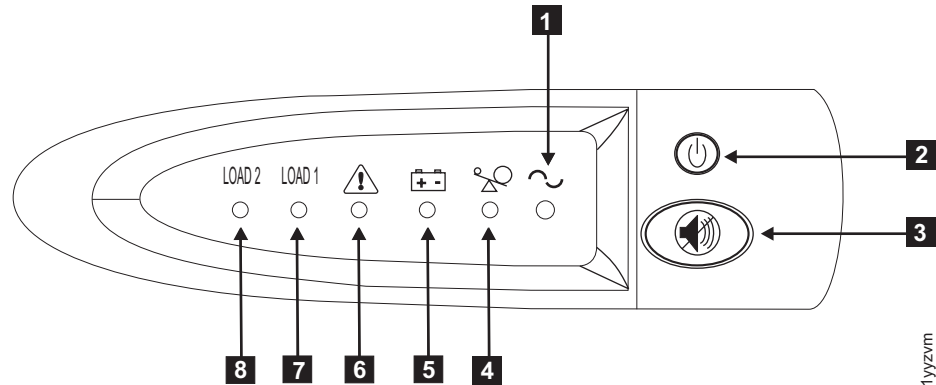

図 212. 2145 UPS-1U フロント・パネル・アセンブリー
12. 2145 UPS-1U の電源をオンにするには、オン/オフ・ボタン (571 ページの図 212 の **2**) を押したままの状態にします。2145 UPS-1U が自己診断テスト